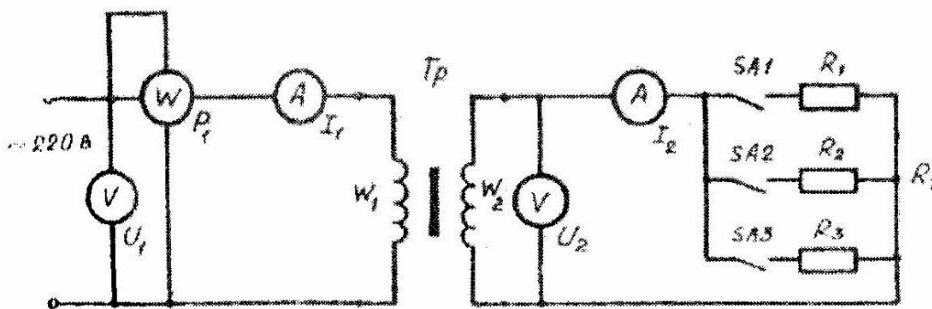

Рис.6.1. Схема исследования однофазного трансформатора на лабораторном стенде
1.1. Собрать на стенде «Электрические машины» схему согласно рис.6.1. Выписать данные трансформатора и электроизмерительных приборов.